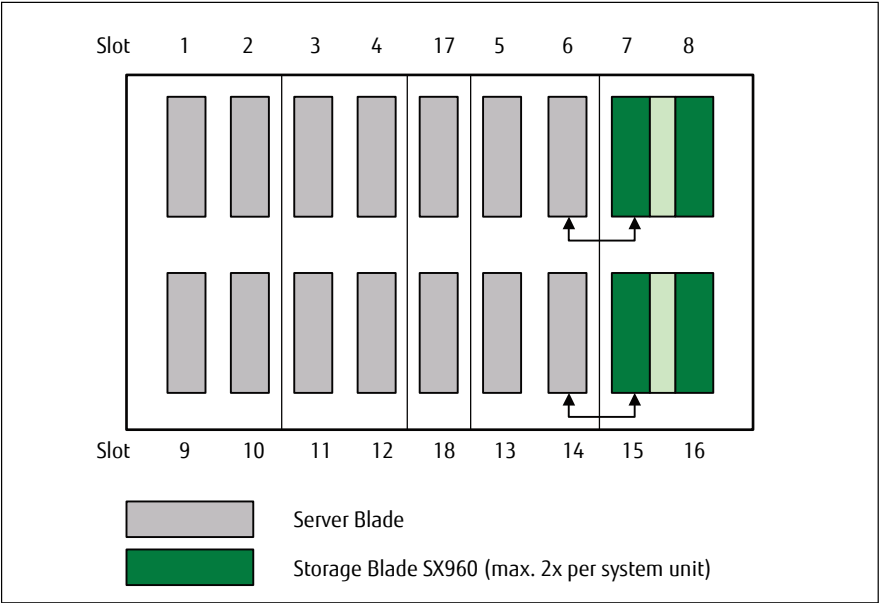

図 4: SX960 S1 ストレージブレードの BX900 S1/BX900 S2 システムユニットへの取り付け規則
- ▶ BX900 S1/BX900 S2 システムユニットのスロット 7 と 8 およびスロット 15 と 16 へのみ、SX960 S1 ストレージブレードを取り付けられます。これにより、左のサーバブレードに追加のディスクスペースを提供することができます (図 4 を参照)。